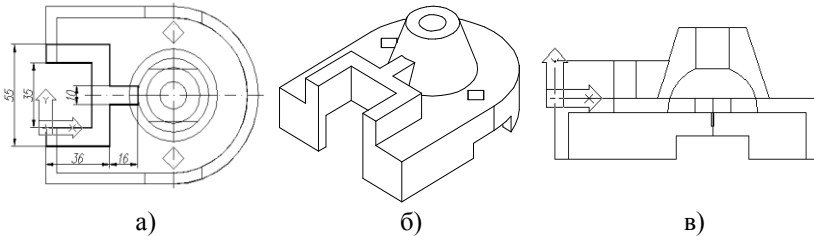

Рис.7.9. Построение выступа детали
- используя опцию ПСК *Начало* и объектную привязку *Конечная точка*, перенесем ПСК в наружный угол выреза в верхней плоскости основания детали (рис. 7.9а).
➤ Установим вид сверху: *падающее меню* → Вид → 3D Вид → Вид в плане → Текущей ПСК и на нем отрисуем полилинией плоскую фигуру (на рис.7.9а выделена толстой линией). Вид сверху можно не устанавливать, а построения производить на изометрической проекции.
➤ преобразуем фигуру в область командой **ОБЛАСТЬ**. Теперь выдавим созданную область на 15 мм, и объединим созданные тела командой **ОБЪЕДИНИ (UNION)**. Результат представлен на рис. 7.9б с использованием команды **СКРОЙ (HIDE)**.
➤ На рис.7.9в текущая ПСК повернута на угол 90^0 вокруг оси X и установлен Вид в плане (падающее меню → Вид → 3Dвид → Вид в плане → Текущей ПСК) для проверки правильности выполненных построений и наличия пересечения тел.